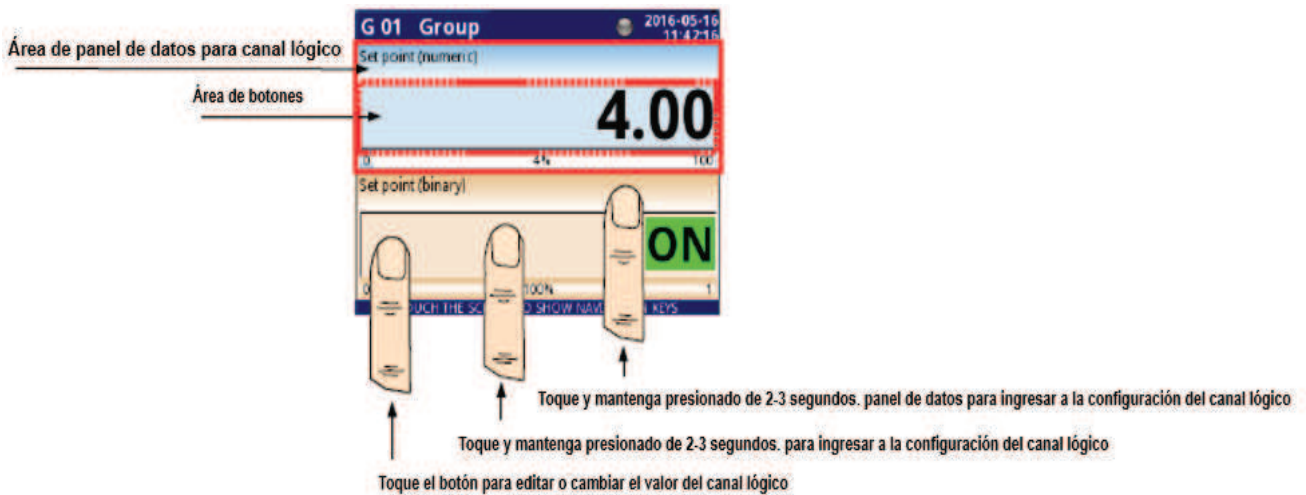

Fig. 7.55. Paneles de datos para el canal lógico en modo de **valor de punto de ajuste**
- Botón de **Editar:** este parámetro le permite activar el botón en los datos del panel (ver Fig. 7.55), este parámetro tiene dos opciones: